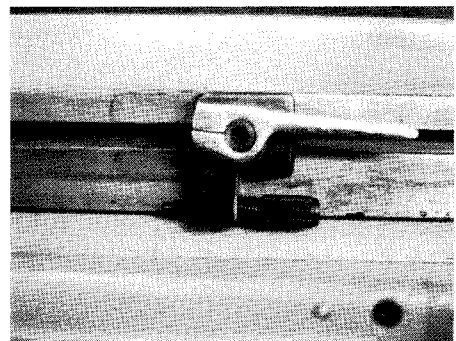

図 2-29
- ② この位置で右側の方向切替ドッグを固定する (図2-29)。
- ③ 工作物の左端の位置も同様にして設定する。
- ④ 方向切替用ドッグの固定状態を確認する。
- ⑤ 砥石台を十分後退させる。
- ⑥ テーブルストローク長さを確認する。